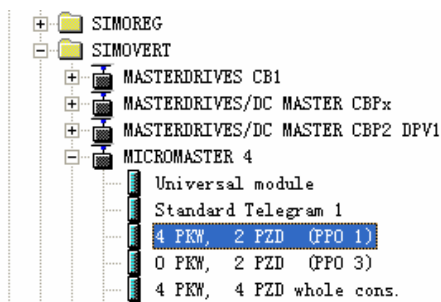

图 3.11 插入 MM440 从站
- ① 打开硬件组态，在右侧选择“PROFIBUS DP”→“SIMOVERT”→“MICROMASTER 4”，添加到 DP 总线上，如图 3.11。